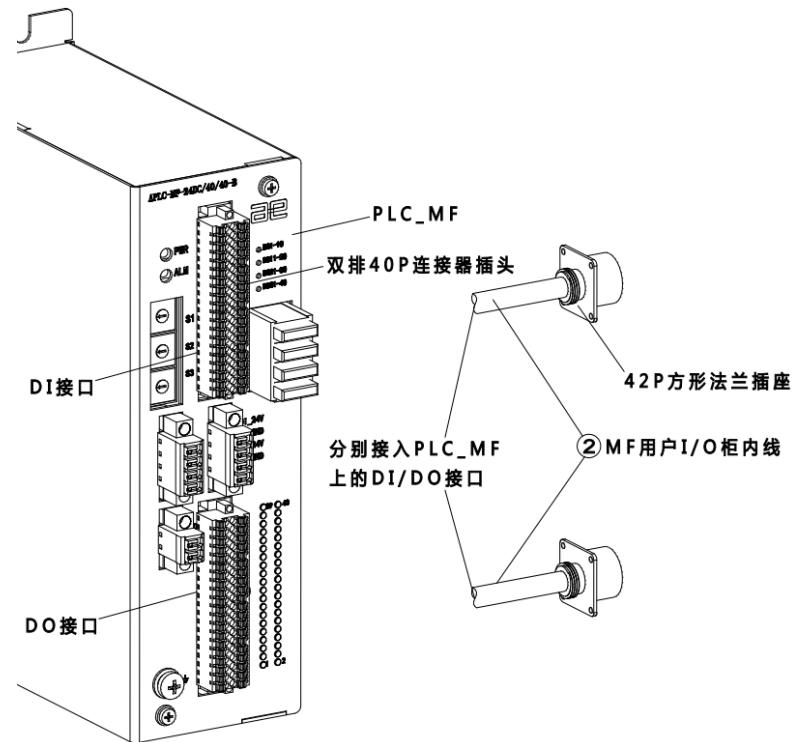

图 19-13 连接 PLC_MF 上的 DI/DO 接口
步骤3. 将②MF 用户 I/O 柜内线的另一端插在 PLC_MF 上的 DI/D0 接口上, 参考图 19-13。